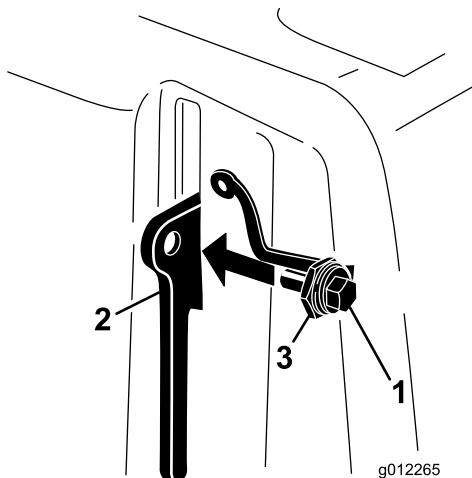

Figura 11
3. Enrosque el perno en la palanca de enganche de la cubierta de la correa (Figura 11).